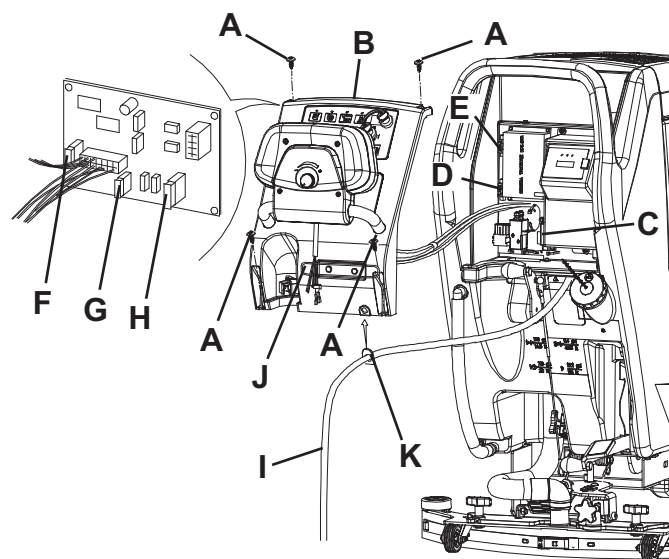

Figure 11
1. Débrancher le connecteur (12) des batteries.
2. Déplacer le tuyau de vidange de l'eau de récupération (16).
3. Si équipé, déposer le câble (I, Fig. 11) du chargeur de batterie du logement (J).
4. Déposer les vis (A) et déplacer le tableau (B) avec soin en dégageant la bague en caoutchouc (K) de son logement dans le tableau (B).